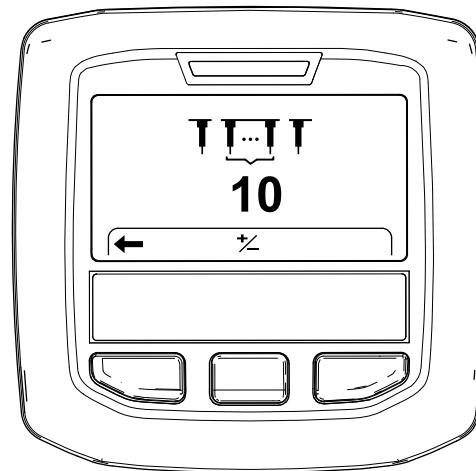

图 50
6. 按右侧 InfoCenter 信息中心按钮可显示“设置打孔针数量”屏幕 图 50。